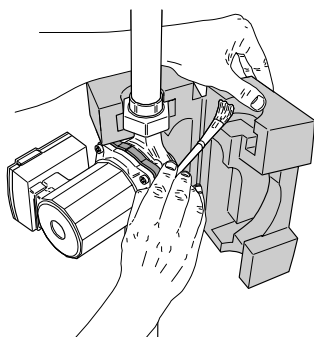

Рис. 2.3
**Рис.2.3:** Наденьте теплоизоляцию ClimaForm на корпус насоса и нанесите клей Armaflex 520 тонким равномерным слоем на обе части поперечного сечения теплоизоляции ClimaForm.